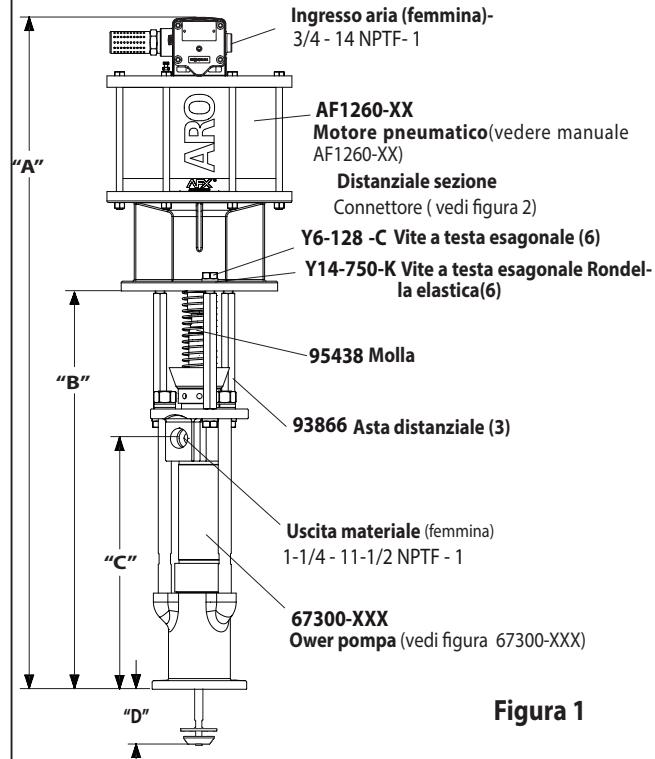

Figura 1
- Rimuovere le tre viti (Y6-128-C) e serratura (Y14-750-K) Ron delle da tre (93866)aste distanziali (vedi figura 1).